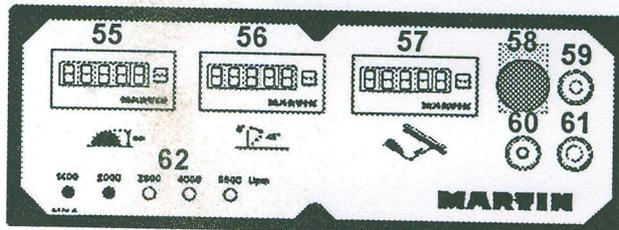

Bild 5.24
- Schaltpult (Bild 5.24) mit Digitalanzeigen für Schnitthöhe (55), Sägeblattschwenkung (56) und Schnittbreite (57). Weitere Anzeigen und Bedienelemente (Bild 5.24):